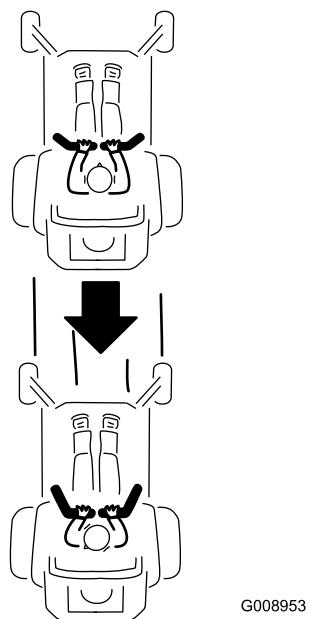

Bild 25
2. Ziehen Sie zum Rückwärtssfahren die Fahrantriebshebel langsam nach hinten (Bild 25).